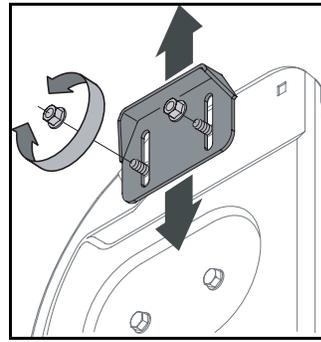

Figure 16
- Retirez les boulons ordinaires et contre-écrous à embase qui les maintiennent sur la souffléuse. Voir la Figure 16.